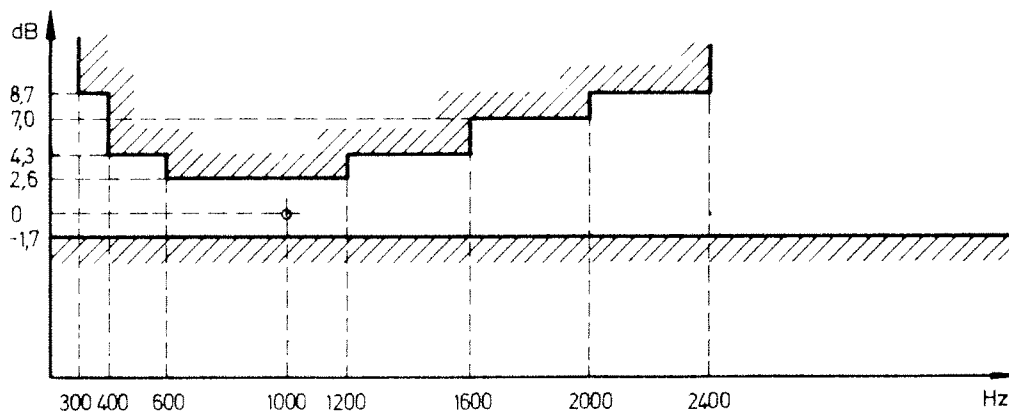

Bild 5. Toleranser för dämpningsdistorsionen
- Kontrollera om dämpningsdistorsionen inom frekvensbandet är godkänd. Se toleransmall för aktuell förbindelsetyp, bild 5.
- Kontrollera att dämpningsdistorsionen inom frekvensbandet är godkänd. Se toleransmall för aktuell förbindelsetyp, bild 5.